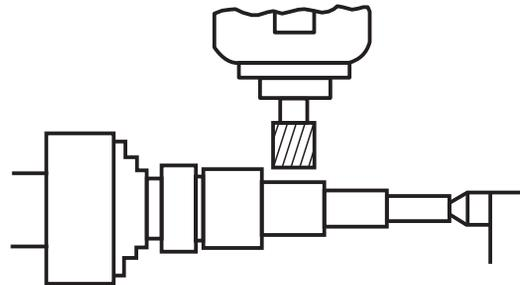

Fig. 5
- d) Siga la operación anterior para fresar los lados siguientes. (Fig. 5)